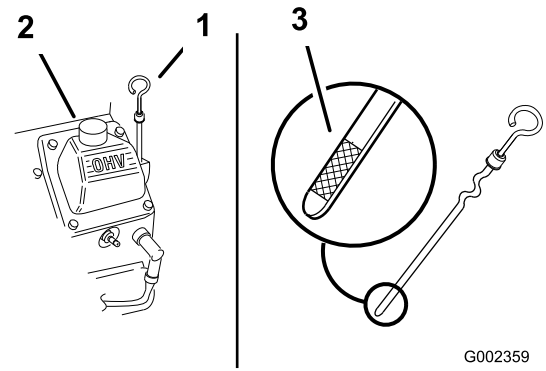

Figura 149
3. Limpie alrededor del tapón de llenado y la varilla (Figura 149).